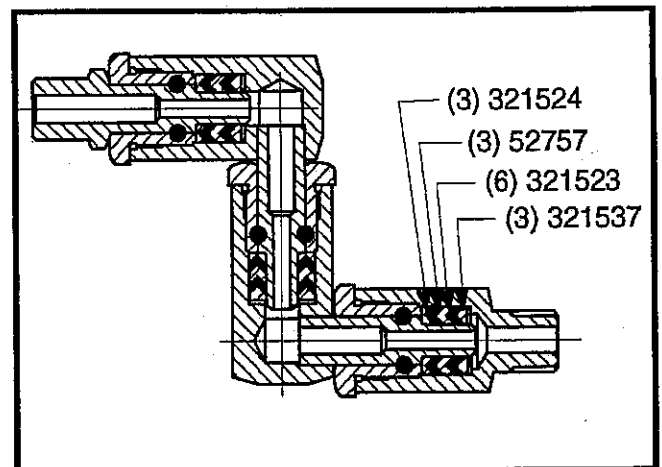

Figura 7: Ensamblaje del pivote Universal 52752 (Modelo 9641)
IMPORTANTE: Antes de volver a ensamblar, lubrique la empaquetadura, los anillos "O" y las recámaras del pistón como se indica en la figura 7. Proteja todos los soldos y las superficies de sellado de daños y arañazos.
* 398719-1 Para el ensamblaje del pivote 52752 (figura 7)